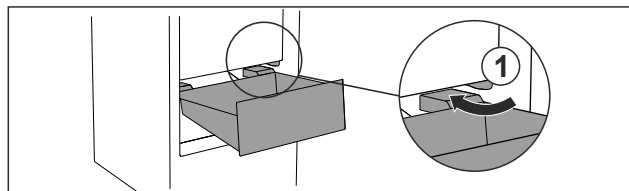

Fig. 57
- ▶ Zásuvku vedte šikmo podél zarážek Fig. 57 (1).